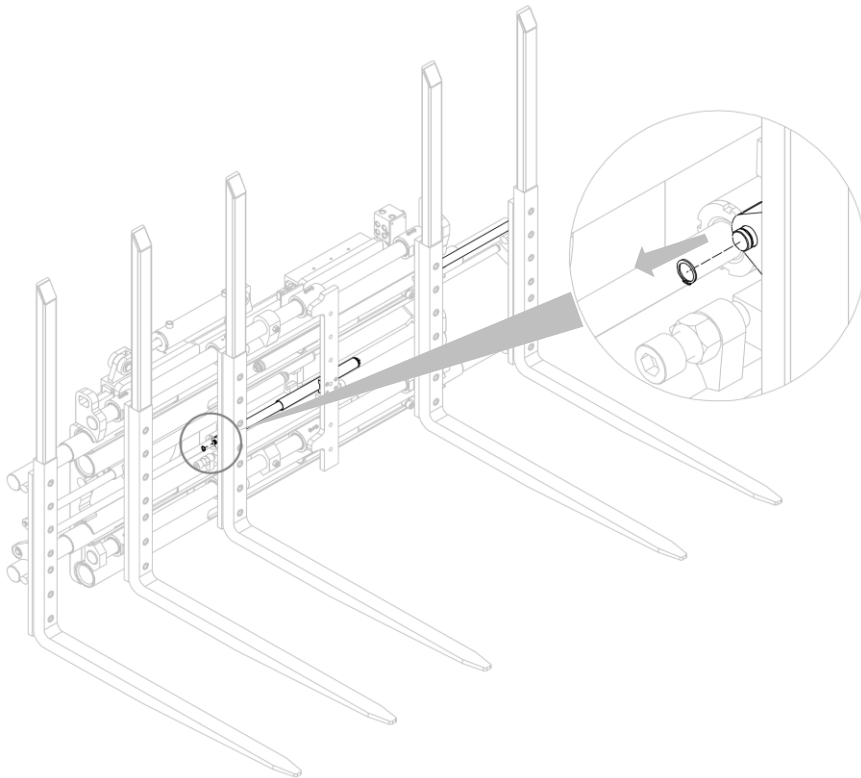

Figura 20
4. Rimuovere l'anello elastico che blocca un'estremità della molla (vedi *Figura 20*).